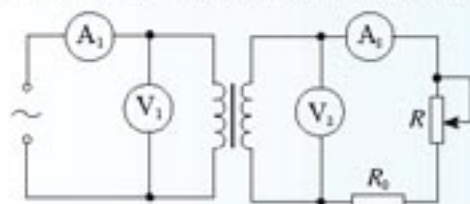

图 5.4-9 用电器增加时各表读数如何变化？
5. 图 5.4-9 是街头变压器通过降压给用户供电的示意图。变压器的输入电压是市区电网的电压，负载变化时输入电压不会有大的波动。输出电压通过输电线输送给用户，输电线的电阻用  $R_0$  表示，变阻器  $R$  表示用户用电器的总电阻，当用电器增加时，相当于  $R$  的值减小（滑动片向下移）。当用户的用电器增加时，图中各表的读数如何变化？